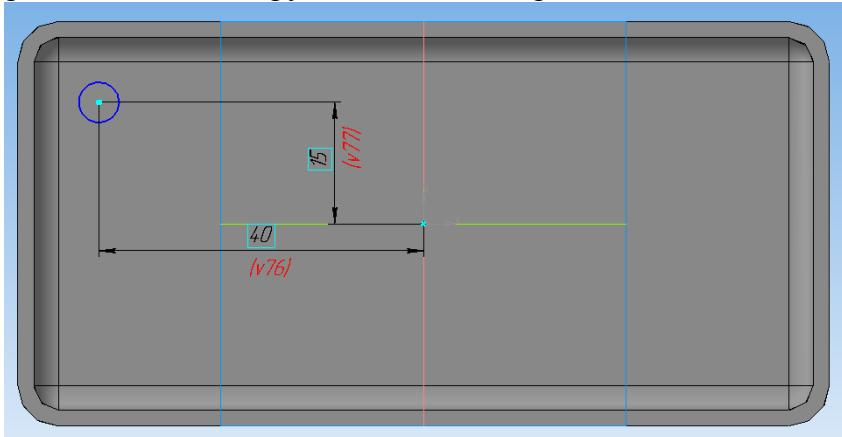

Рис. 2.9. Дно бобышки
1. Для выполнения бобышки надо кликнуть на дне детали и нажать на кнопку **Эскиз**. Затем необходимо в произвольном месте расположить окружность диаметром 5 мм и привязать его к центру как показано на рис. 2.9.